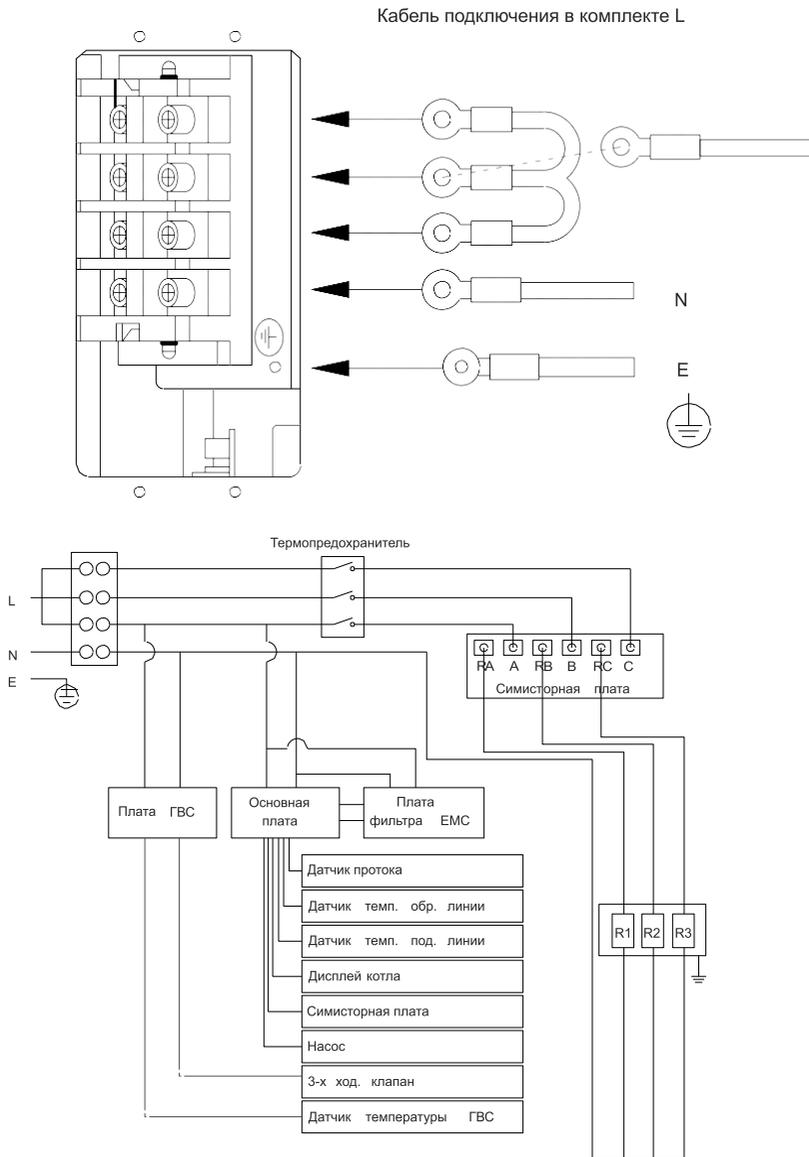

Рис. 7. Схема однофазного подключения
- Подключайте электрический котел к электропитанию в строгом соответствии со схемой подключения к электросети (Рис.7 и 8).
- Для однофазного подключения соедините провода питания L1/L2/L3 соответствующим кабелем в соответствии со схемой на рис. 7.